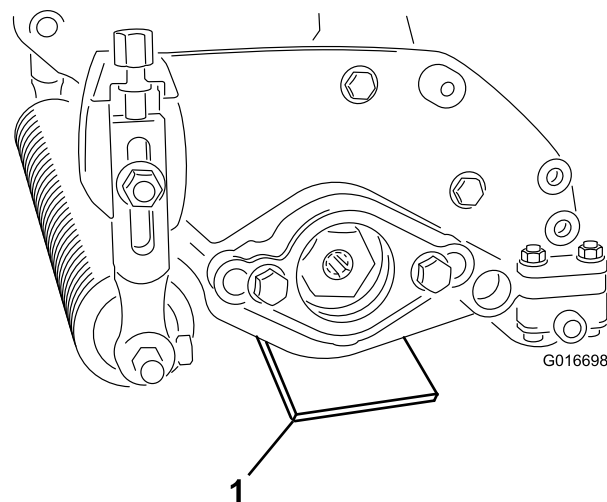

Figura 8
2. Coloque uma barra indicadora, que tem a altura pretendida da lâmina acima do solo, sob cada extremidade da unidade de escarificação (Figura 8).